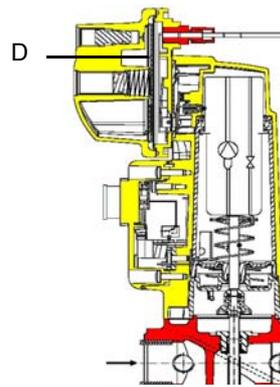

Fig. 19
**Nota:** el diafragma D del SKP2 tiene que ser vertical (vedi Fig. 19).